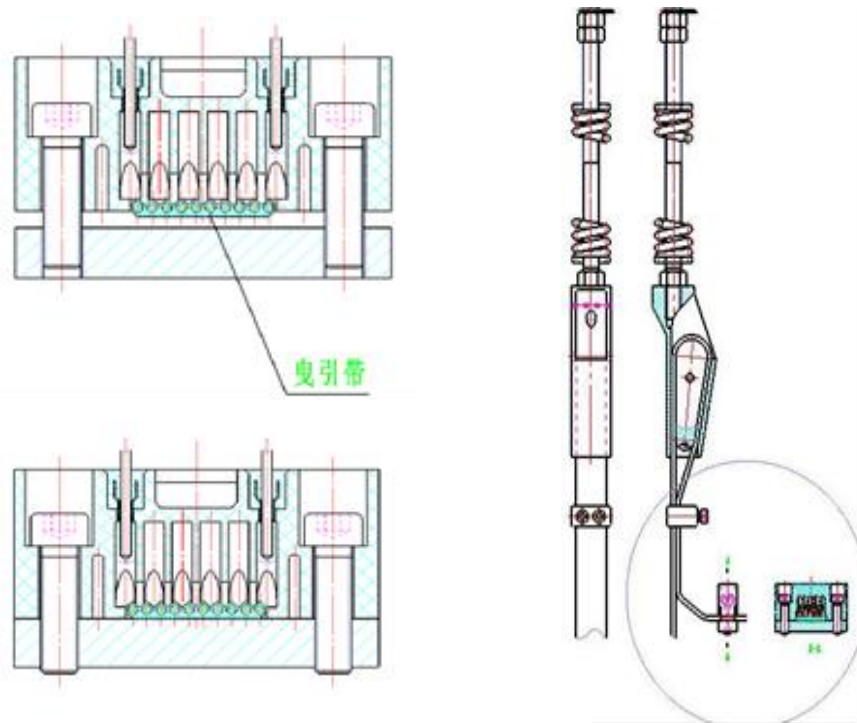

图 19-3 平层装置安装
19.5.1 断带检测装置：接线测试刀 2 个；短路刀 2 个。安装：如图 19-3；